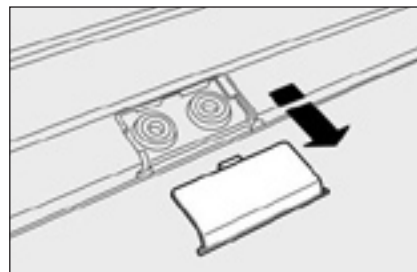

рис. 116
- ☐ для моделей с люком: извлеките заглушки с помощью отвертки, предоставленной в наборе инструментов, чтобы добраться до посадочных мест крепления **рис. 116**;